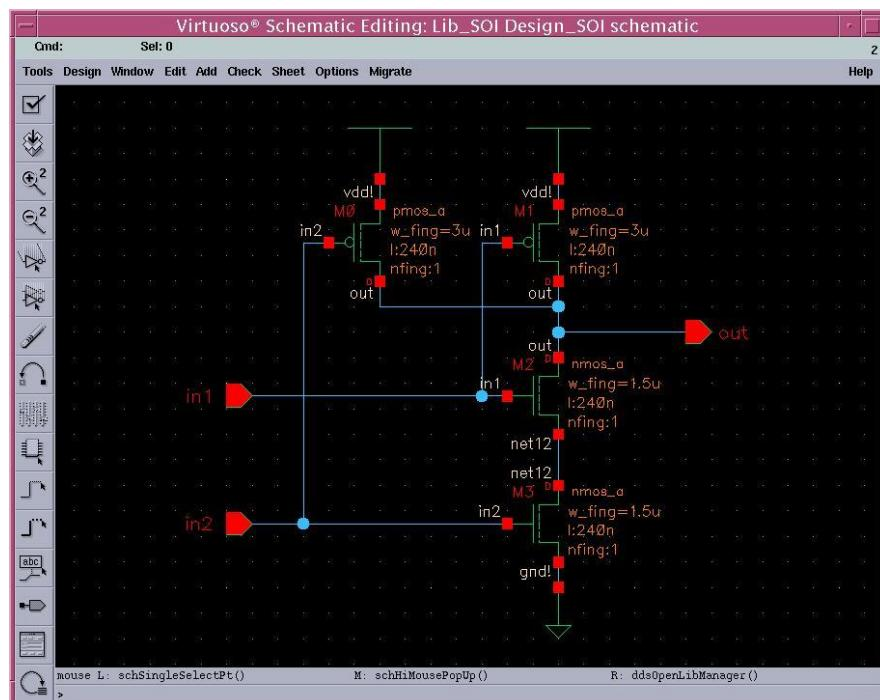

Рис. 5.4. Электрическая схема проекта.
- 3) В редакторе Virtuoso Schematic Editor ввести электрическую схему элемента 2И-НЕ, используя примитивы из библиотеки **LibMikron\_SOI\_018\_6M** (рис. 5.4).